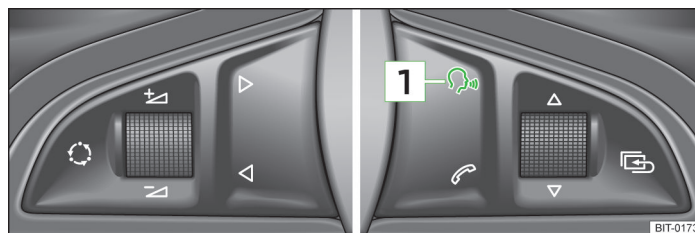

Fig. 82 Volanul multifuncțional: Operarea prin comandă vocală
Prin apăsarea scurtă a tastei **1** » fig. 82 de pe volanul multifuncțional.
Dacă sistemul este în curs de redare a unui mesaj, este necesar să se încheie redarea în curs prin apăsarea tastei **1** » fig. 82 de pe volanul multifuncțional.
- » prin apăsarea scurtă a tastei **1** » fig. 82 de pe volanul multifuncțional.